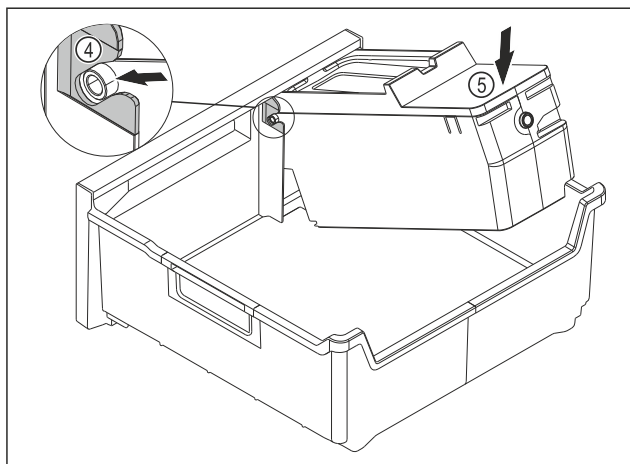

Fig. 161
- EasyTwist-Ice-Korpus montieren: Achsen des EasyTwist-Ice-Korpus in die Führungen Fig. 161 (4) einschieben.
- EasyTwist-Ice-Korpus Fig. 161 (5) hinten nach unten drücken.